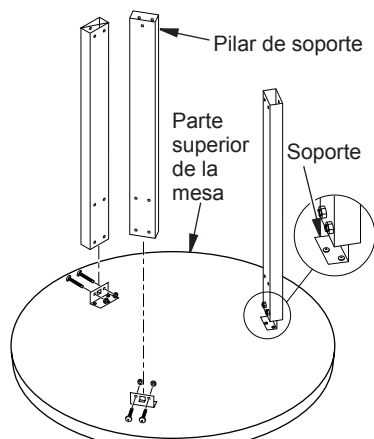

Figura 9 - Conjunto de la parte superior de la mesa
16. Coloque la parte superior de la mesa boca abajo sobre una manta o una pieza de cartón para evitar que se raye. Asegurándose de que los orificios en los pilares estén orientados como se muestra en la figura 9, instale los 3 pilares de soporte restantes de la mesa como se muestra. Fije los pilares a la parte superior de la mesa con 2 tornillos (D) y 2 tuercas (E) cada uno.